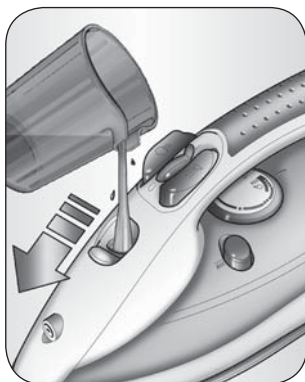

Fig. 3
- 2 Aprire lo sportellino (B), tenendo il ferro orizzontale riempire il serbatoio con acqua di rubinetto fino al livello massimo utilizzando il misurino (M) in dotazione (Fig. 3).
- 3 Richiudere lo sportellino (B).
- 1 Riempire per un quarto il serbatoio dell'acqua utilizzando il misurino (M) in dotazione (Fig. 3).
- 2 Appoggiare il ferro su una superficie stabile in posizione verticale sull'appoggia ferro (G).
- 6 Far riscaldare il ferro fino a che la spia (H) si spegne per la seconda volta.
- 9 Premere il pulsante (K) di autopulizia "self clean" e mantenere il ferro in posizione orizzontale. Dai fori della piastra usciranno vapore e acqua bollente, che rimuoveranno le incrostazioni di calcare e le impurità accumulate all'interno della piastra.